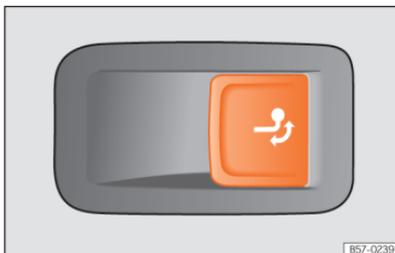

Fig. 181 No lado direito da bagageira: botão para desbloquear o gancho de reboque.
- Puxe o botão » » » **Fig. 181** de forma breve. O gancho de reboque desbloqueia-se eletricamente e roda-se automaticamente para fora. A luz de controlo do botão pisca.
- Puxe o botão » » » **Fig. 181** de forma breve. O gancho de reboque desbloqueia-se eletricamente.
- **Nunca pressione o botão » » » **Fig. 181** quando tiver um reboque engatado ou estiver montado um porta-bagagens ou outros acessórios sobre o gancho de reboque.**